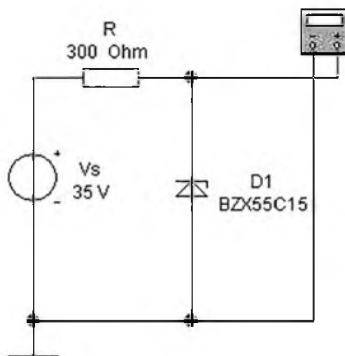

Рис. 2.1. Схема для измерения напряжения на стабилитроне
- 2.2.1. Собрать схему согласно рис. 2.1 и включить ее.